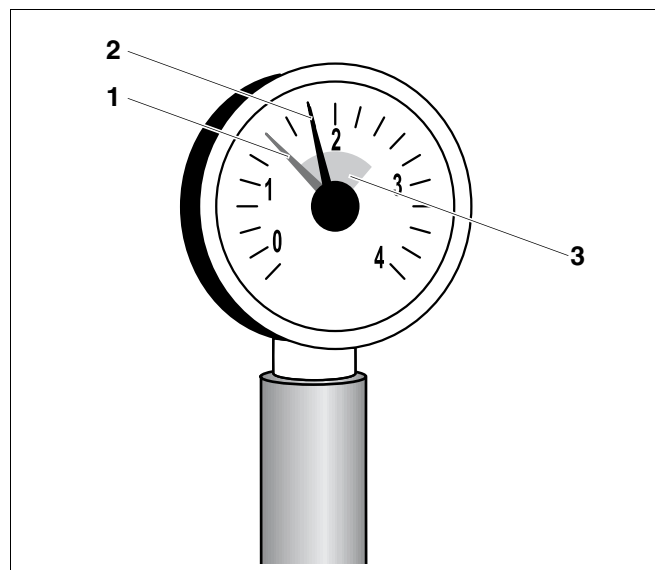

Fig.6 Manómetro para instalações fechadas
Em caso de instalações fechadas, o ponteiro do manómetro (fig. 6, **item 2**) deve situar-se dentro da marcação verde (fig. 6, **item 3**).
O ponteiro vermelho (fig. 6, **item 1**) do manómetro deve ser ajustado para a pressão necessária à instalação. O técnico especializado regulará a pressão necessária.
- Verifique se o ponteiro do manómetro (fig. 6, **item 2**) se situa dentro da marcação verde (fig. 6, **item 3**).
Se o ponteiro do manómetro (fig. 6, **item 2**) estiver abaixo da marcação verde (fig. 6, **item 3**), então a pressão da água da instalação é demasiado baixa. Terá de completar a água de aquecimento perdida atestando água complementar.
- Ateste a água complementar através da torneira E/D (de enchimento e drenagem da caldeira), até o ponteiro do manómetro (fig. 6, **item 2**) se situar dentro da marcação verde.